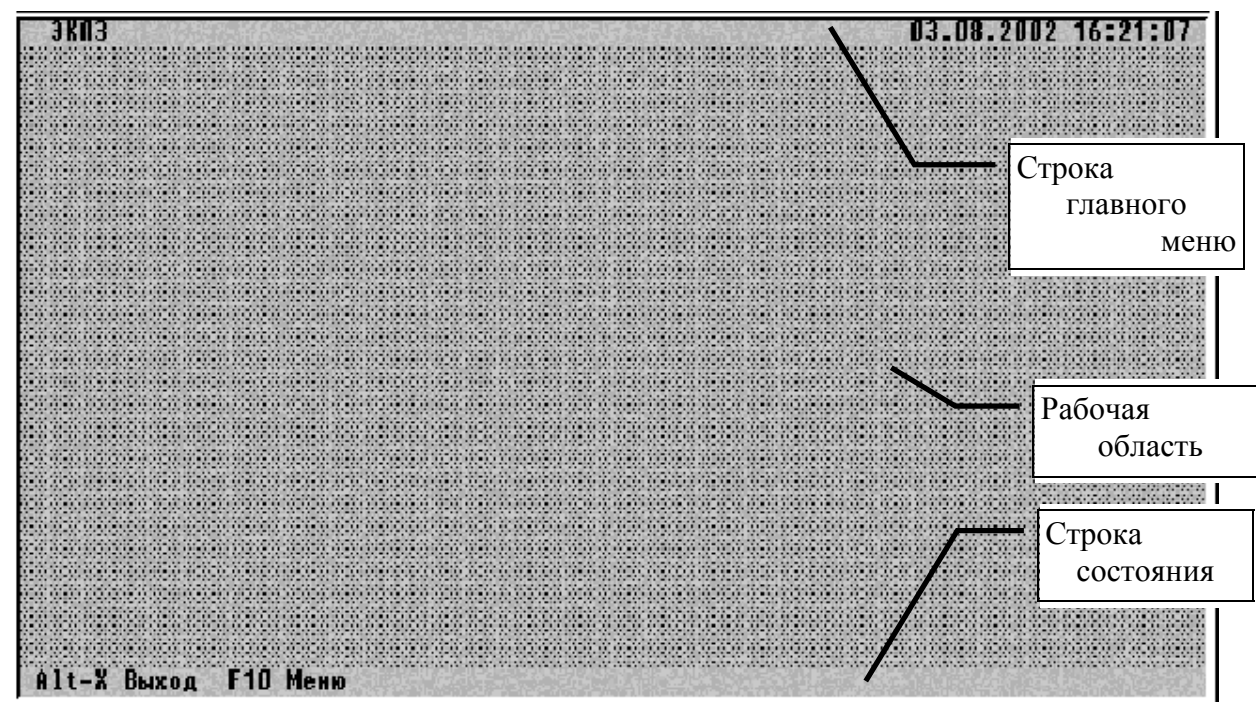

Рисунок 1.1 - Внешний вид главной панели программы "ЭКЛЗ"
1.4.4.1 Главная панель программы "ЭКЛЗ" приведена на рисунке (Рисунок 1.1).